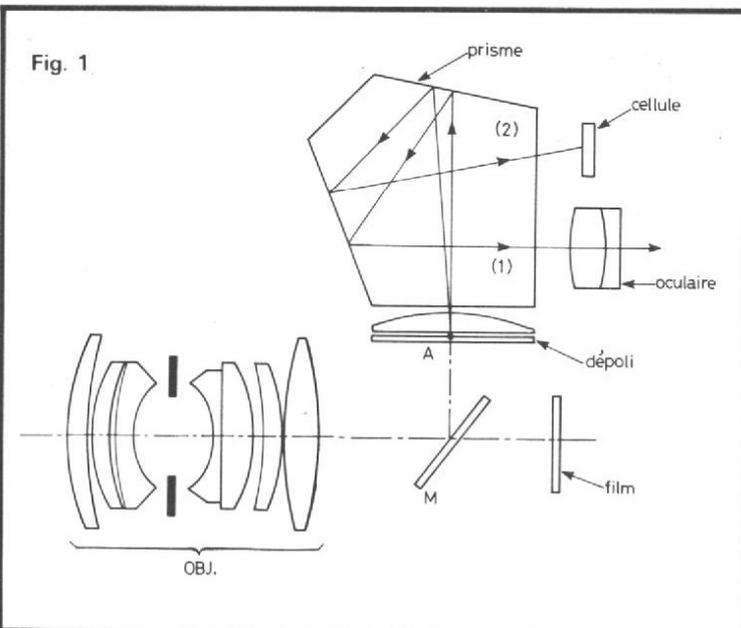

Fig. 1
indiquée dans la figure 1. En position de visée, la lumière transmise à travers l'objectif OBJ, est renvoyée par le miroir M sur le verre dépoli, doublé d'une lentille de Fresnel. Chaque point A du dépoli, devenu source secondaire, envoie un faisceau de rayons lumineux, repris par les différentes faces du prisme de redressement. Une partie de ces rayons, tels que (1), traverse l'oculaire et atteint l'œil de l'opérateur. Une autre partie, dont le rayon (2) constitue un exemple, frappe la cellule.
Il reste cependant un problème non abordé jusqu'alors : la mesure de lumière s'effectuant (fig. 1) à travers l'objectif, et à pleine ouverture du diaphragme, la quantité de lumière qui, pour un même sujet, atteint la cellule photo-électrique, est proportionnelle à l'ouverture relative maximale de l'objectif utilisé. Il est donc indispensable de corriger la tension de sortie de A₁, en fonction de cette ouverture.